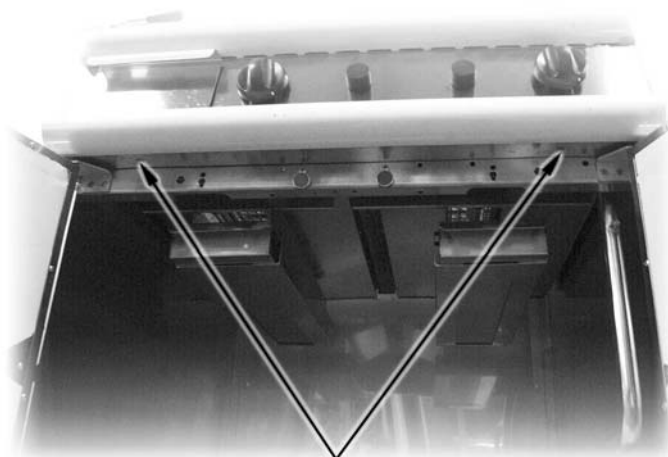

Abb. 4
- Die Tür öffnen und die Befestigungsschrauben der Schalterblende lösen, wie auf Abb. 4 gezeigt.